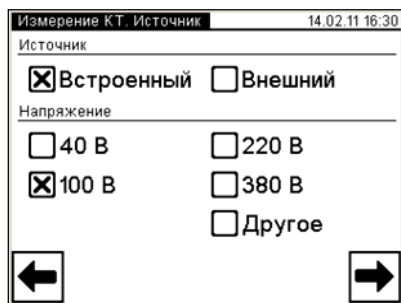

Рисунок 6.75
7) Выбрать вариант источника питания, для чего нажать в поле "Встроенный" в подразделе "Источник" окна "Измерение КТ. Источ- ник" (рисунок 6.75).
9) Перейти в окно "Измерение КТ. Заводское значение", для чего нажать на кнопку  (рисунок 6.75).